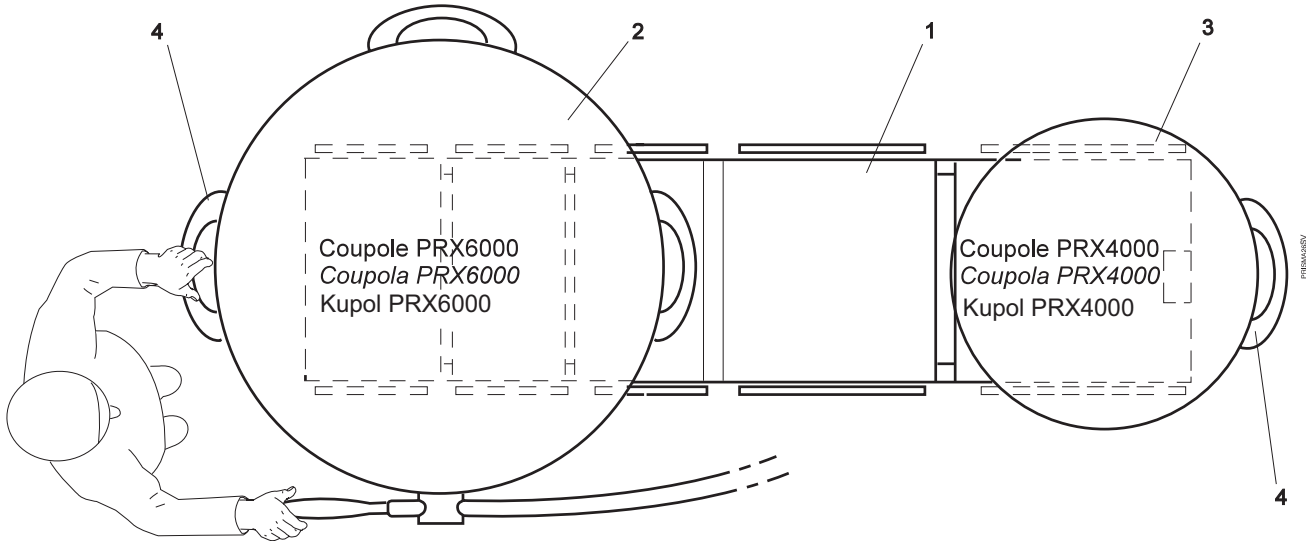

FIG. 10.1 VUE DE DESSUS DE L'ÉCLAIRAGE ET DE LA TABLE D'OPÉRATION
Les coupoles peuvent être manipulées, grâce aux poignées extérieures (4) conçues à cet effet. Les rotations libres de 360° autour de l'axe principal d'accrochage sont là pour faciliter ces macromanipulations (Fig.10.1).
The cupolas can be handled using the peripheral handles (4). Macro handling is facilitated by the lights ability to rotate 360° around the main axis (Fig. 10.1).
Kupolerna kan hanteras, tack vare de för detta ändamål avsedda yttre handtagen (4). Makrohantering underlättas av ljusens förmåga att rotera fritt runt 360° kring huvudupphängningsaxeln (Fig.10.1).